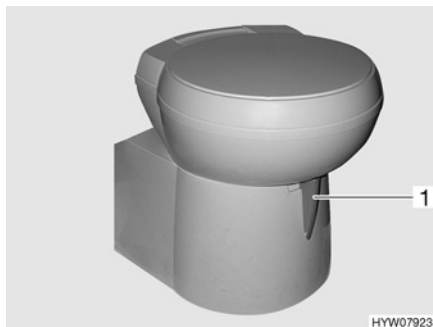

Bild 114 Thetford-toalettskål (svängbar)
- Öppna spjället på Thetford-toaletten före spolning. Skjut för detta spjällspaken (Bild 114,1) moturs.
- Spjällspaken (Bild 114,1) vrids medurs. Spjället stängs. För att kunna tömma toaletten **måste** spjället vara stängt i Thetford-toaletten.